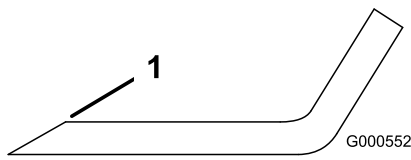

図 75
1. ブレードは、左右の刃先をやすりで磨く(図 75)。
**注** もし傾くようなら、重い方の裏面を少し削って調整する 図 75。